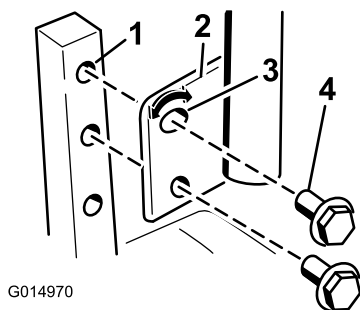

Figura 24
1. Retire los 2 pernos que fijan la palanca de control al brazo de la palanca (Figura 24).
3. Sujete la palanca con los 2 pernos (Figura 24).
- Afloje el perno inferior lo suficiente para poder desplazar hacia adelante o hacia atrás la palanca de control (Figura 24). Apriete ambos pernos para fijar el control en la posición nueva.